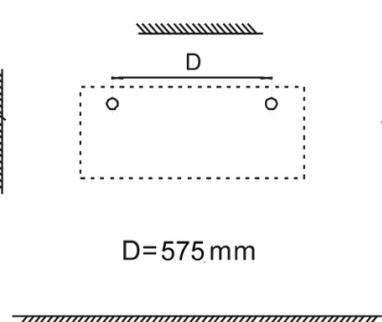

Fig.2
2. Réalisez deux trous appropriés de la taille du pêcheur ø 8 mm dans le mur. (Fig. 2) – $d = 575 \text{ mm}$